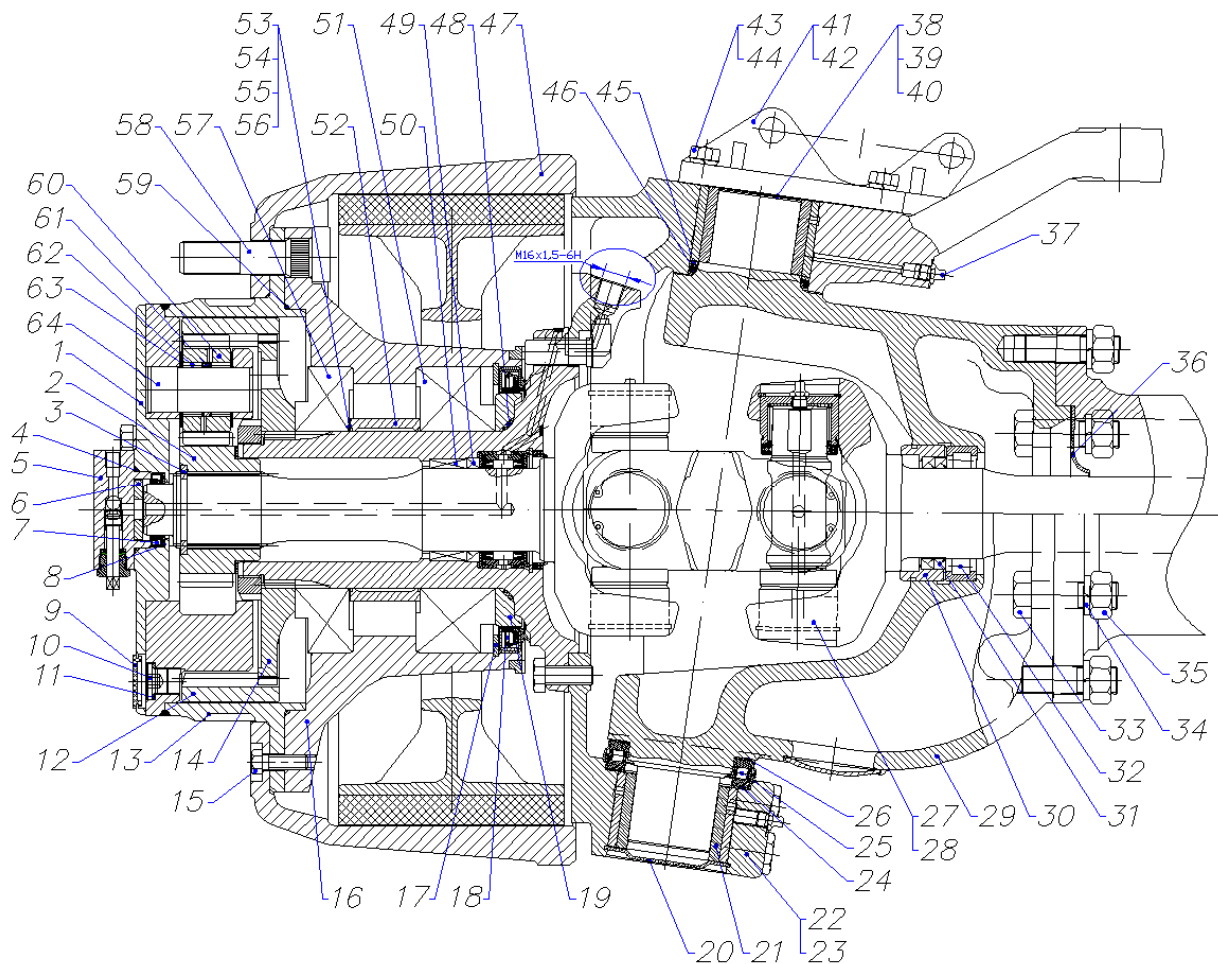
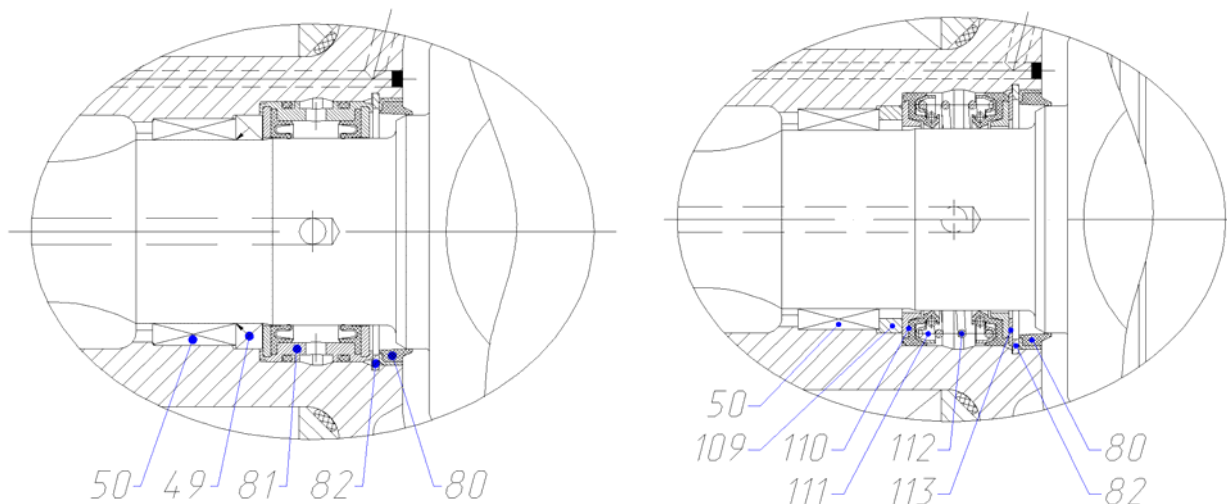

Рис. 1. Тормозной механизм и колесный редуктор
Рис. 3. Варианты сальников подкачки воздуха:
Колесный редуктор (рис. 1) переднего моста планетарного типа устанавливается в картере колесного редуктора 13. Ступица колесо 16 – отливка из высокопрочного чугуна, к которой с помощью винта М12×25 закреплен картер колесного редуктора.
Воздух для подкачки шин подается через резьбовое отверстие, которое находится на корпусе воздушного крана 5, сквозь внешний ведущий вал, уплотняющий сальник (рис. 3), цапфу и вилку поворотного кулака. Конец воздухопровода на вилке завершен резьбой М16×1,5-6Н (рис. 1), на которой свертывается штуцер.
втулка вилки и крышка (26) (рис. 1). Для обеспечения правильной обратной сборки рычаг рулевого управления, крышка и рычаг рулевая трапеция нумерованы всегда совпадающими цифрами.